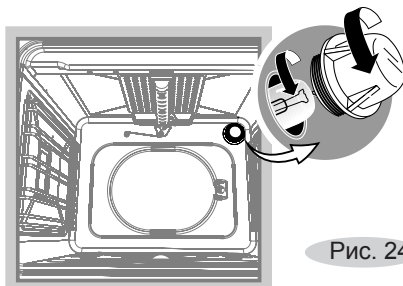

Рис. 24
- Открутите стеклянный плафон (рис. 24).